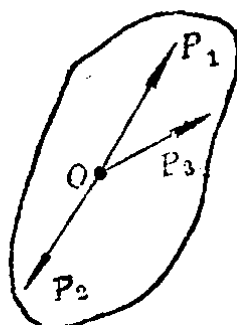

图 1-4
2. 设图1-4中汇交于O点的三个力 P_1 、 P_2 、 P_3 的大小都不等于零，其中 P_1 与 P_2 沿同一作用线，则该物体_____